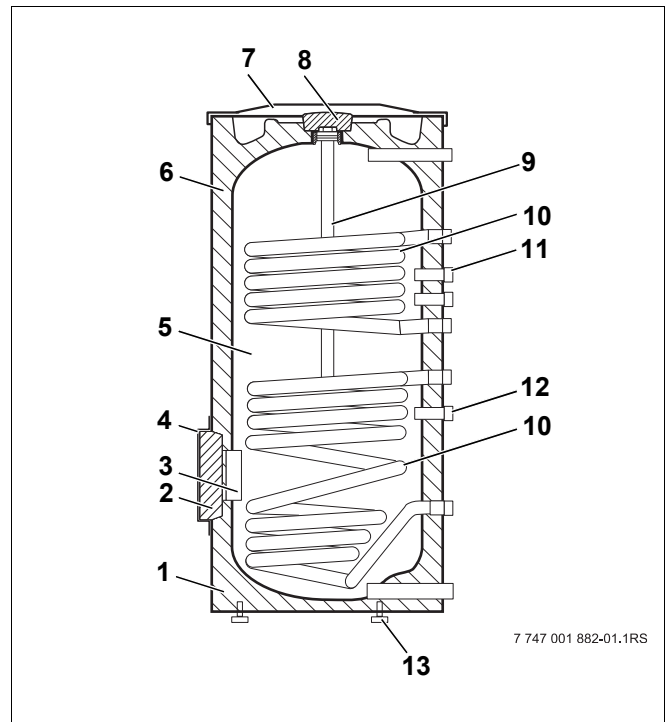

Рис. 1 Бак-водонагреватель SM300/1
- Бак-водонагреватель (рис. 1, **поз. 5**) с защитой от коррозии
Катодная защита от коррозии состоит из гигиенической термоглазури DUOCLEAN MKT (рис. 1, **поз. 6**) и магниевого анода (рис. 1, **поз. 9**).
- Теплоизоляция (рис. 1, **поз. 1**)
Теплоизоляция из не содержащего вредных веществ полиуретанового пенопласта нанесена непосредственно на бак. Два теплоизоляционных элемента (рис. 1, **поз. 2** и **поз. 8**) из пенопласта снижают теплопотери через люк для чистки и магниевый анод.
- 2 гладкотрубных теплообменника (рис. 1, **поз. 10**)
- Приварная гильза для установки температурного датчика горячей воды (рис. 1, **поз. 11**)
- Приварная гильза для установки температурного датчика бака-водонагревателя (рис. 1, **поз. 12**)
- Люк для чистки (рис. 1, **поз. 3**)
- Крышка бака (рис. 1, **поз. 7**)